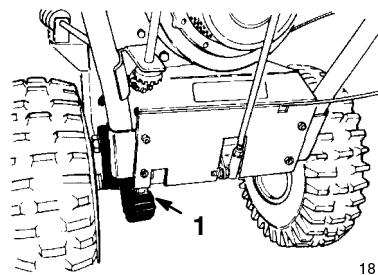

Figure 35
2. Lubrifiez légèrement la chaîne d' entraînement avec un lubrifiant spécial (Fig. 35).